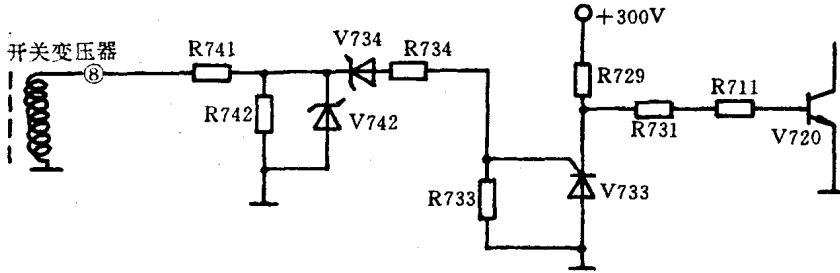

图 1
该电源的保护电路如图1所示，当电源输出电压过高时，开关变压器⑧端的取样脉冲也将升高，经电阻R741、R742分压后，使稳压二极管V734反向击穿导通，可控硅V733也将被触发导通，开关管V720的基极被强制箝位在低电平，电源停振保护。